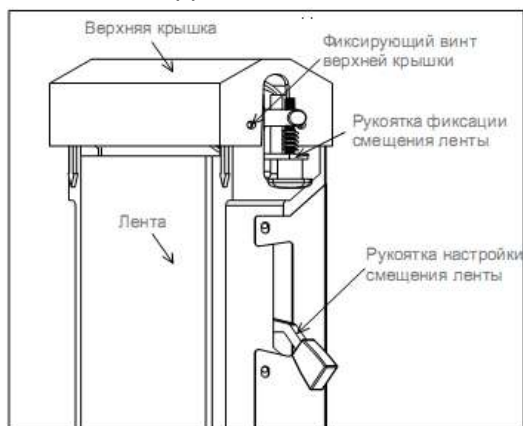

Рис. 6: Компоненты верхней крышки
2. Снять фиксатор и крышку (Рис. 6).